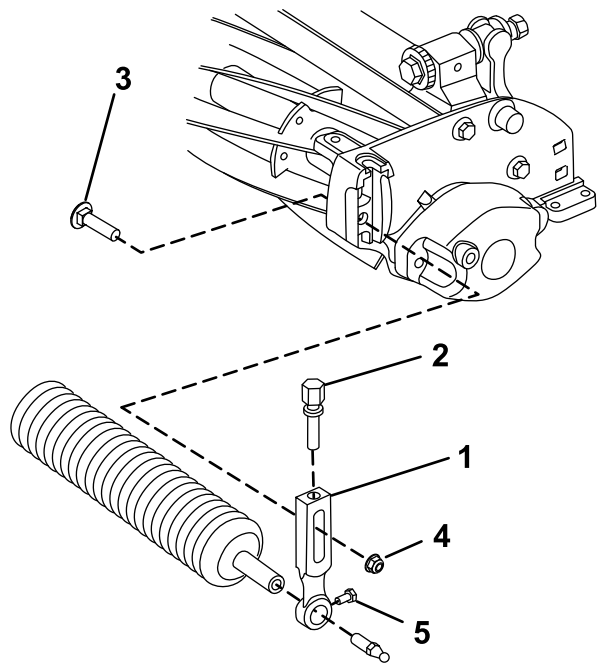

图 3
- 卸下将其中一个剪草高度臂固定至滚刀组侧板的防松螺栓及凸缘锁紧螺母图 3。
- 旋松剪草高度臂上的滚筒安装螺丝图 3。
- 将滚筒轴滑入滚刀组另一端上的剪草高度臂中图 3。
- 将剪草高度臂滑到滚筒轴上图 3。
- 用之前卸下的剪草高度臂和紧固件将滚筒松松地固定到滚刀组上图 3。